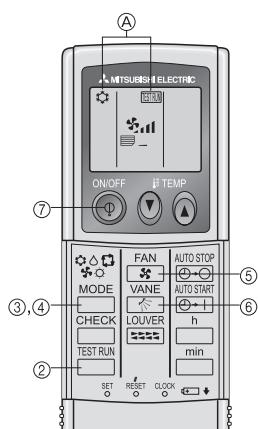

Fig. 6-2
- ⑧ Bir telefon numarası kaydedin.
6.2.2. Kablosuz uzaktan kumanda kullanarak (Fig. 6-2)
- ① Çalışma testinden en az 12 saat önce üniteye güç verin.